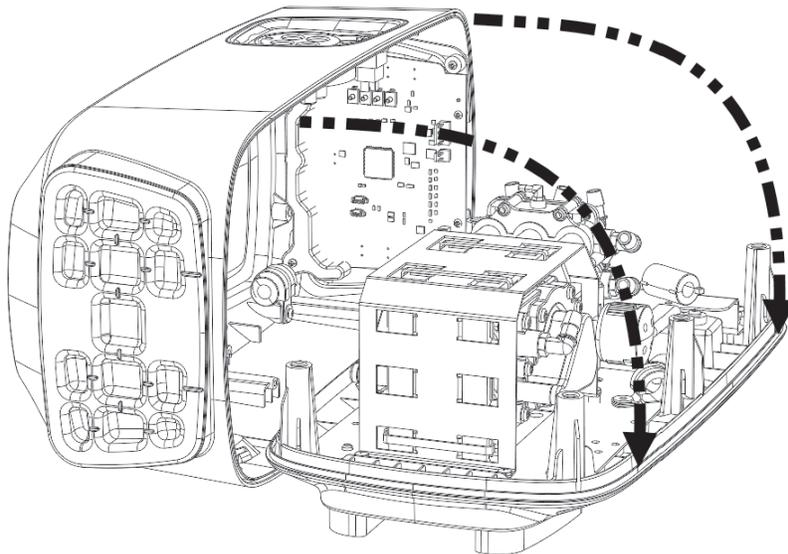

Figure 8 – Capots séparés
6. Séparer les capots avant et arrière de sorte que le capot arrière soit ouvert et à plat devant vous (Figure 8).